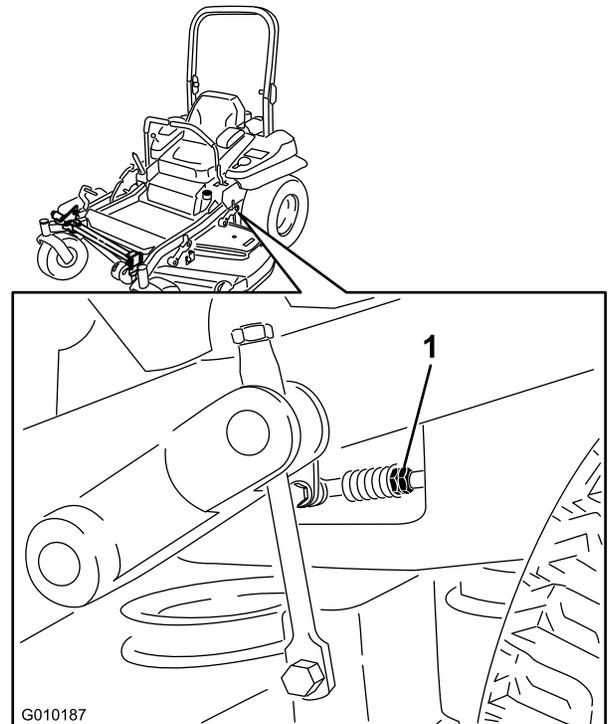

Figure 78
8. Réglez la longueur des tiges de pompes en tournant les doubles écrous dans le sens voulu jusqu'à ce que les roues tournent légèrement en marche arrière (Figure 78).